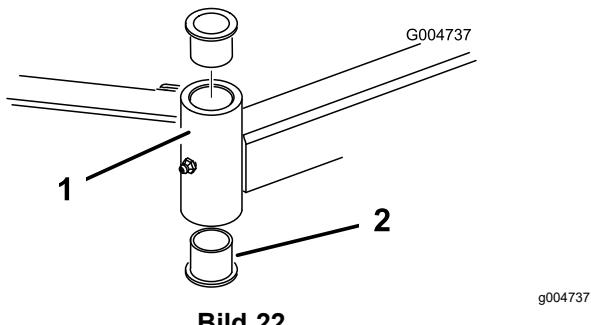

Bild 22
4. Stecken Sie einen Dorn oben oder unten in das Befestigungsrohr und treiben die Büchsen heraus (**Bild 22**). Treiben Sie dann die andere Büchse aus dem Rohr heraus. Reinigen Sie die Innenseite der Rohre.